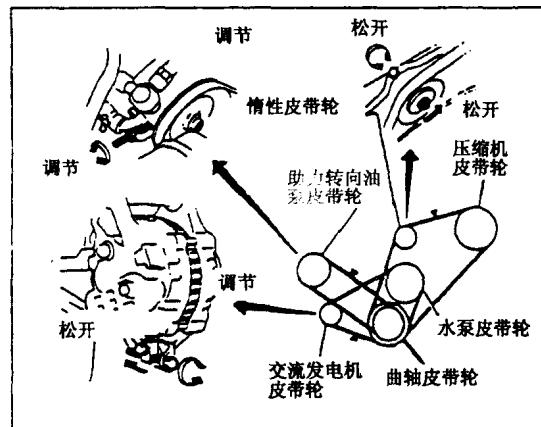

图 1-6
(1) 检查有无裂纹, 磨损和油粘结, 如有上述现象应及时更换。
(2) 推压皮带的中点, 检查皮带的张紧度, 见图 1-6。皮带张紧度见表 1-3。